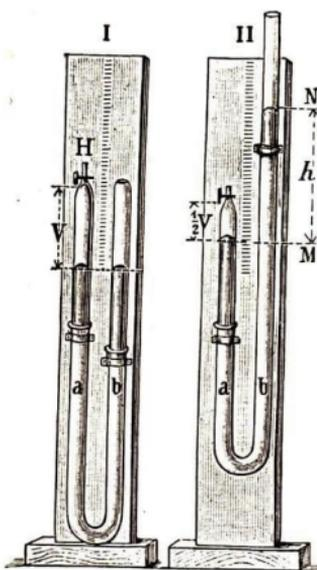

Abb. 144. Schlauchmanometer
2. Der Physiker, der überaus genau messen muß, benutzt zum Nachweis des Gesetzes das Schlauchmanometer (Abb. 144).
I. Man verbindet dabei zwei Glasröhren durch einen Schlauch, gießt Quecksilber ein, das sich zunächst in beiden Schenkeln gleich hoch stellt, und schließt nun mittels eines Hahnes H in der einen Röhre ein Luftvolumen V ab. Dessen Gasdruck p ist gleich dem Barometerstand (Fall I in Abb. 144).